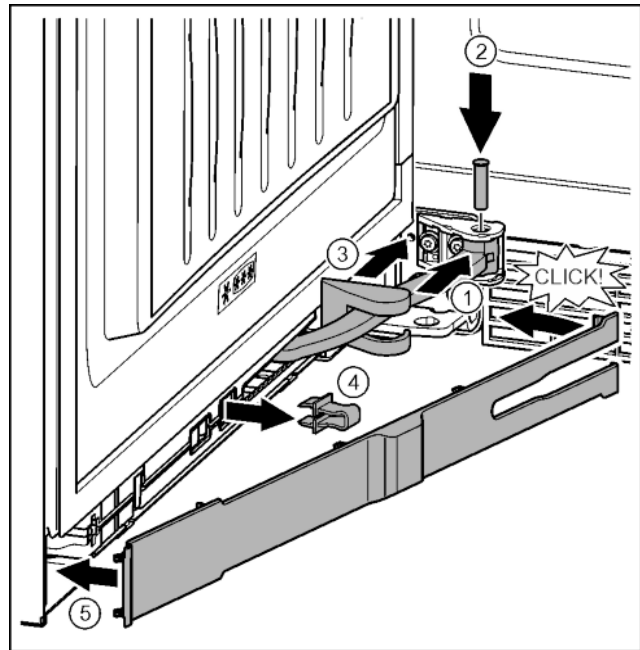

Fig. 46
- ▶ Повернуть шарнир в навеске. Fig. 46 (1)
- ▶ С помощью отвертки T15 вставить палец в навеску и шарнир. При этом следить за тем, чтобы выступ фиксатора занимал правильное положение в пазу. Fig. 46 (2)
- ▶ Переместить крышку опорного кронштейна вдоль шарнира и установить над навеской. Fig. 46 (3)
- ▶ Снять предохранитель. Fig. 46 (4)
- ▶ Установить накладку со стороны ручки и повернуть. Fig. 46 (5)